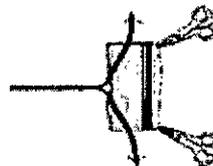

Figura 8. Aísle el nervio.
2. Diseccione con cuidado el nervio expuesto completamente libre de tejido circundante. Aísle una sección aproximada del nervio de 5 ó 6 cm de largo (Figura 8).